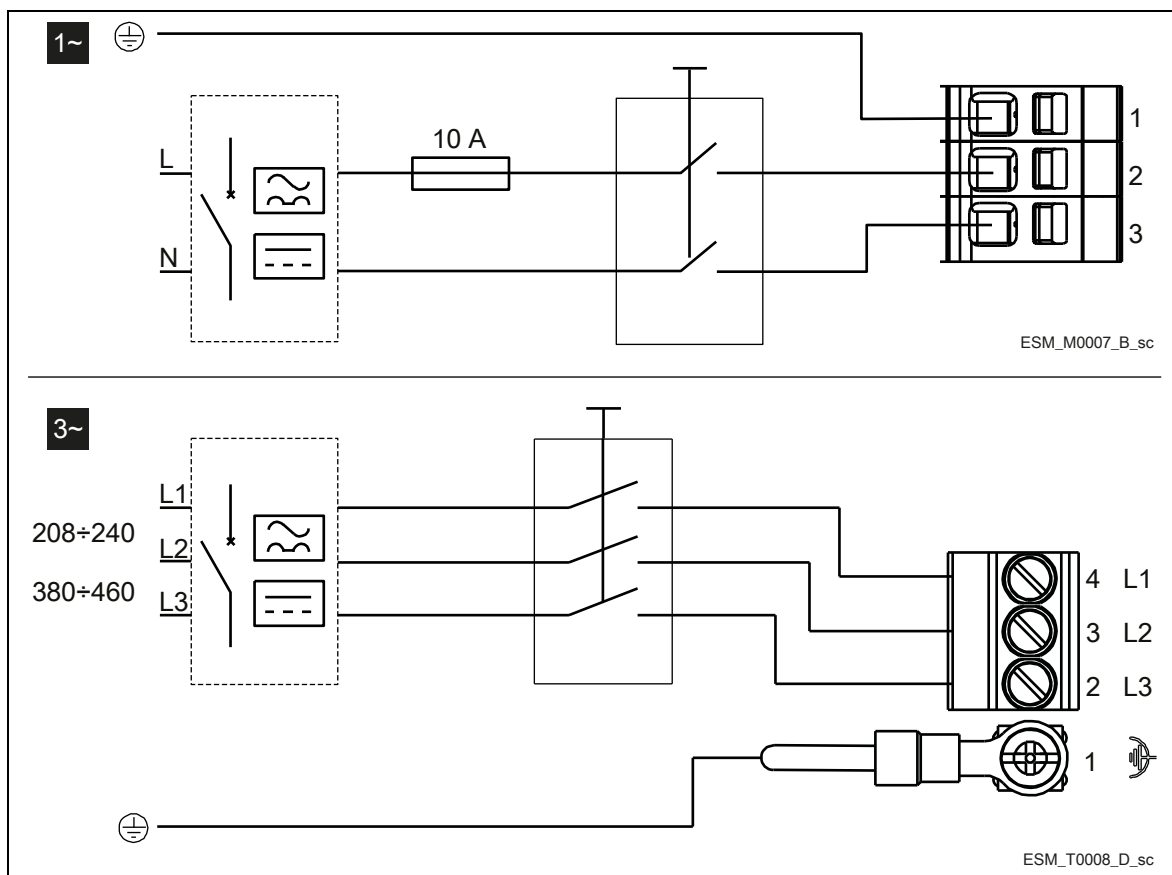

Bild 12: Kopplingsschema
2. För in elkabeln i M20-packboxen (5)
3. Anslut kabeln enligt trådningsdiagrammet.	Fig. 12